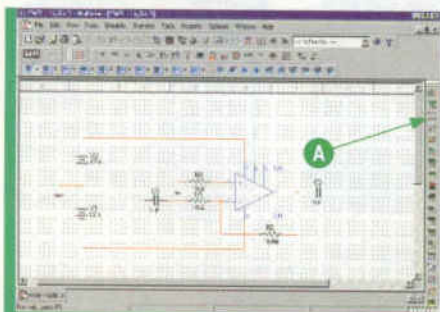

Figura 1 - Instrumentos virtuais
Para utilizarmos os instrumentos virtuais do MultiSim 9 o procedimento é simples. Esses instrumentos podem ser encontrados na barra vertical de ferramentas do lado direito (A), conforme mostra a figura 1.